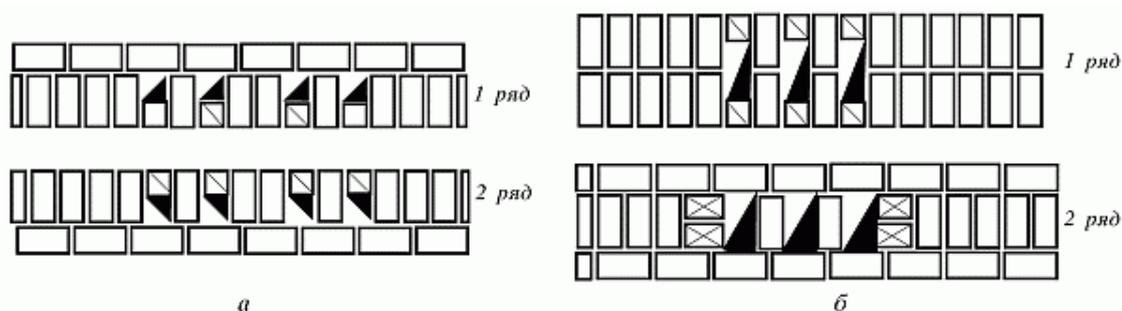

Рис. 13. Каналы в стенах толщиной: а – 1 1/2 кирпича; б – 2 кирпича
*Кладка стен с каналами.* При кладке стен приходится одновременно устраивать в них газоходы, вентиляционные и другие каналы. Их размещают, как правило, во внутренних стенах здания: в стенах толщиной 38 см – в один ряд, а в стенах толщиной 64 см – в два ряда. Сечение каналов обычно бывает 140 x 140 мм (1/4 x 1/4 кирпича), а дымовых каналов больших печей и плит – 270 x 140 мм (172 x 72 кирпича) или 270 x 270 мм (1 x 1 кирпич). Газовые и вентиляционные каналы в стенах из кирпича, полнотелых и пустотелых бетонных камней выкладывают из керамического полнотелого кирпича с соответствующей перевязкой кладки канала с кладкой стены (рис. 13 а, б). Толщина стенок каналов должна быть не менее полкирпича; толщина перегородок (рассечек) между ними – не менее четверти кирпича. Каналы делают вертикальными. Допускаются отводы каналов на расстояние не более 1 м и под углом не менее 60° к горизонту. Сечение канала на участке увода, измеряемое перпендикулярно к оси канала, должно быть одинаково с сечением вертикального канала. Кладку наклонных участков выполняют из отесанных под определенным углом кирпичей, остальных участков – из целых кирпичей.